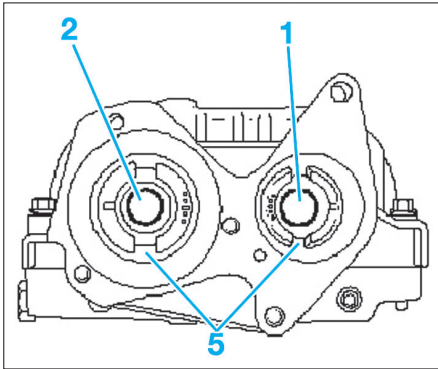

Fig. 43
- Desserrer la vis (1) du pignon d'arbre à cames d'admission puis la vis (2) du pignon d'arbre à cames d'échappement (Fig.43).
- Reposer les deux pignons d'arbres à cames (5) dans la position indiquée (Fig.43).
- Serrer les deux pignons (5) en commençant par celui d'échappement.